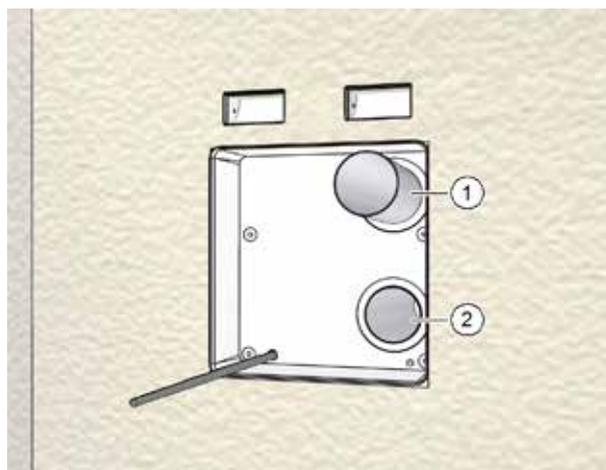

Fig. 29: Taglio dei tubi dell'aria
- ▶ Spingere i due tubi dell'aria (pos. 1 nella Fig. 29) nelle aperture della cassetta a muro in modo che siano a livello (pos. 2 nella Fig. 29).